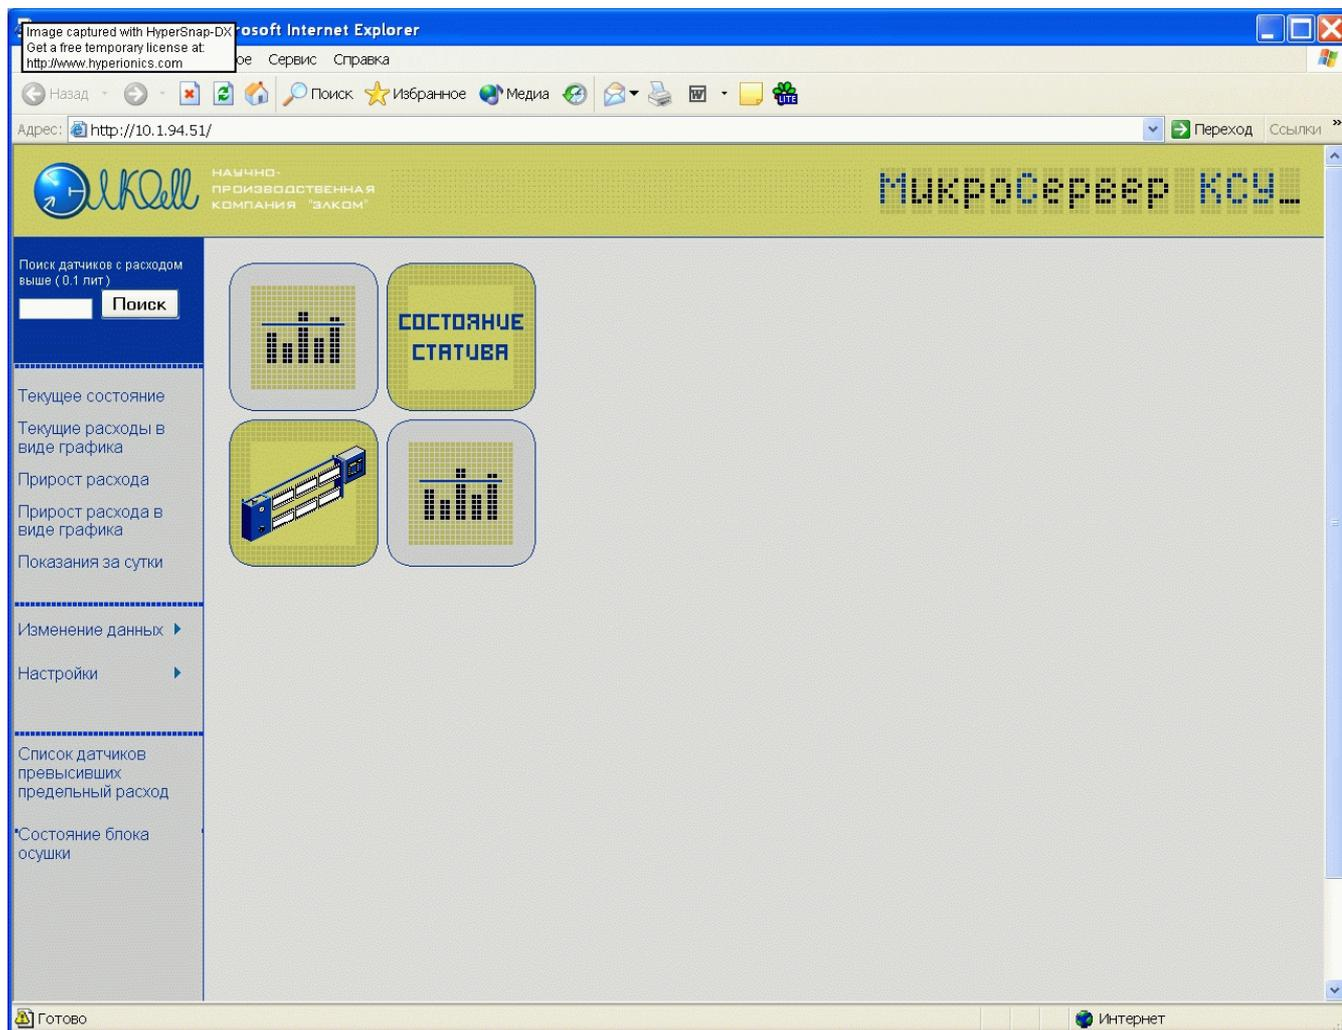

Рис. 48
2) При работе с Web-интерфейсом базы данных, нет необходимости в выполнении указанных процедур. Достаточно, раскрыв «дерево» нужной АТС, выделить курсором интересующий статив (Рис. 18). После этого откроется новое окно, в котором будет отображена главная страница Микросервера КСУ (Рис. 48).